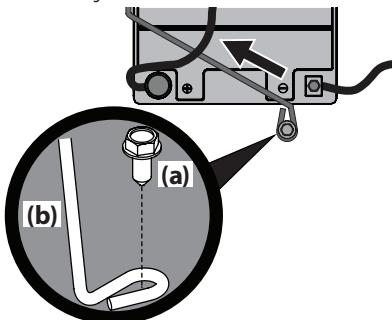

Figura 16
NOTA: El mazo de cables debería colocarse sobre la parte superior de la barra de sujeción de batería. De no ser así, el mazo de cables podría resultar dañado. Consulte la Figura 16 en la página 44.
3. Extraiga el tornillo de arandela hexagonal (a) que sujetla la barra de sujeción de la batería al bastidor (b). Luego levante la barra de sujeción de la batería (b) para liberar la batería. Consulte la Figura 16.